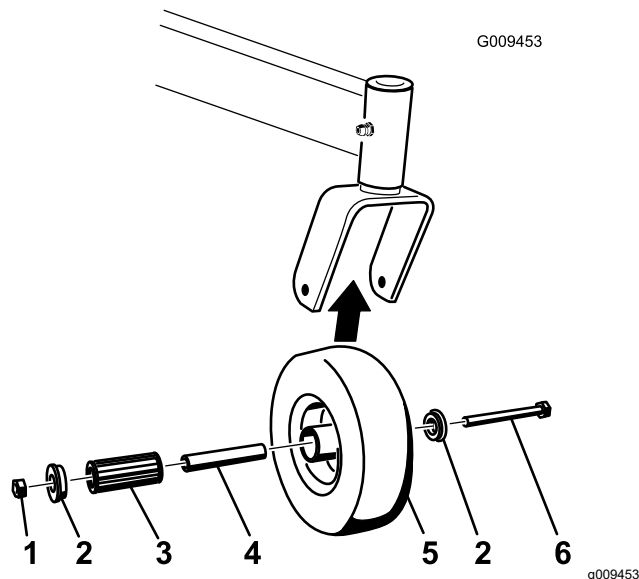

Figura 60
1. Retire la contratuerca y el perno que sujetan la rueda giratoria a la horquilla (Figura 60).
2. Retire un casquillo, y tire del casquillo intermedio y del cojinete de rodillos para sacarlos del cubo de la rueda (Figura 60).
3. Retire el otro casquillo del cubo de la rueda y limpie la grasa y la suciedad del cubo de la rueda (Figura 60).
Nota: Repare o cambie cualquier pieza dañada o desgastada (Figura 60).
5. Coloque un casquillo en el cubo de la rueda (Figura 60).
6. Engrase el cojinete de rodillos y el casquillo intermedio y deslícelos en el cubo de la rueda (Figura 60).
7. Coloque el segundo casquillo en el cubo de la rueda (**Figura 60**).
8. Instale la rueda giratoria en la horquilla y fíjela con el perno y la contratuerca (**Figura 60**).
9. Apriete la contratuerca hasta que el casquillo intermedio se apoye contra el interior de las horquillas de las ruedas giratorias (**Figura 60**).